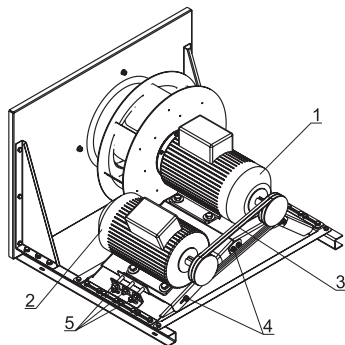

Рисунок 5
По отдельному заказу производится вентиляторный блок с резервным двигателем (рис.5). Он состоит из аналогичного по характеристикам дополнительного двухвального двигателя (1), устанавливаемого на место основного двигателя (2), а основной переносится на площадку натяжителя для регулировки ременной передачи (3), связывающей их. При штатной работе основной двигатель приводит через ременную передачу в холостую вращаемый резервный двигатель с расположенным на его валу рабочим колесом.